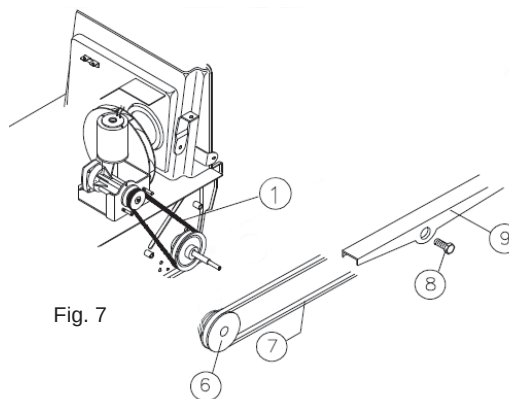

Fig. 7
- Retirer la courroie pos. 7 Fig. 7 de la poulie pos. 6 Fig. 7.
- Dévisser l'axe de fixation pos. 8 Fig. 7 et faire sortir les crochets du bras latéral pos. 9 Fig. 7 de la bague dentée libre.
- Retirer la courroie pos. 7 du bras latéral pos. 9 Fig. 7.
- Raccrocher le bras latéral pos. 9 Fig. 7 à la bague dentée libre.
- Revisser l'axe pos. 8 Fig. 7.
- Enfiler la courroie pos. 7 Fig. 7 dans la poulie pos. 6 Fig. 7.
- Retirer la courroie pos. 1 Fig. 7.